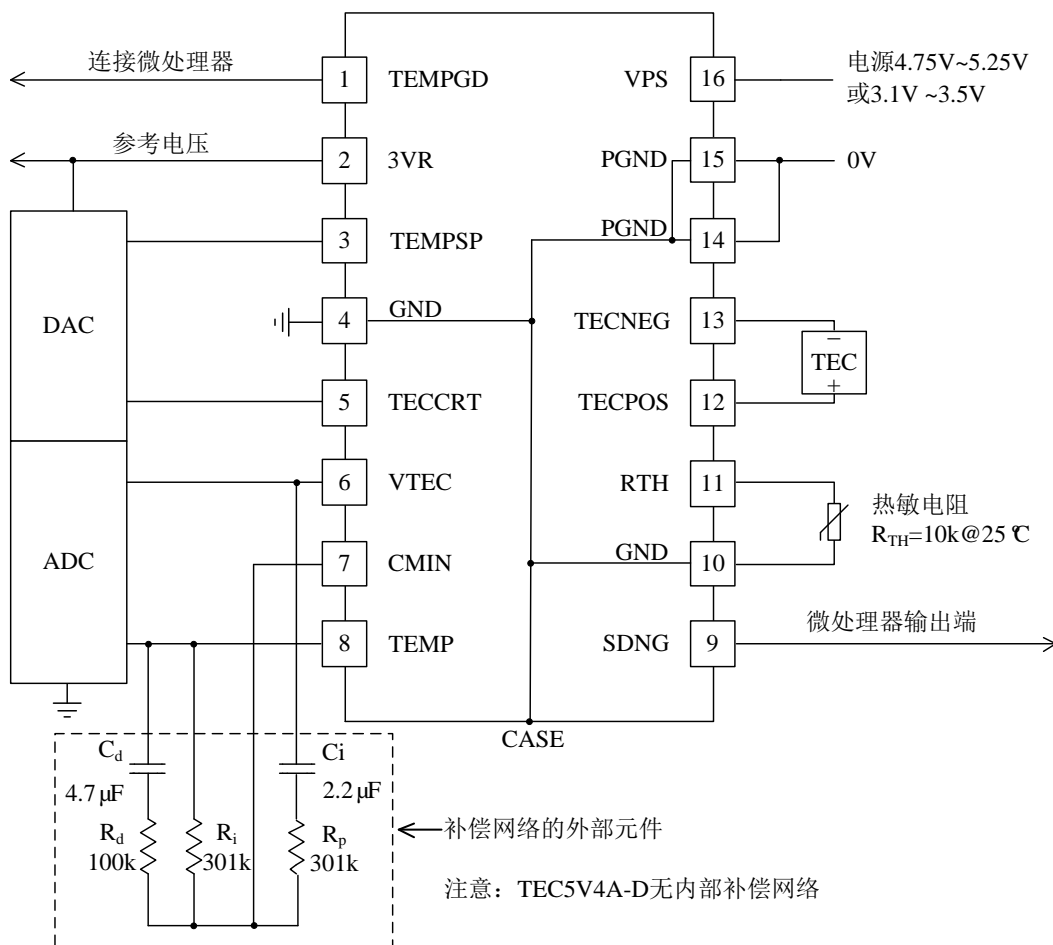

图 4、TEC 控制器的连接图
TEC 控制器的连接图如图 4 所示：
**注意：**此 TEC 控制器没有内部补偿网络，我们也不建议使用内部补偿网络。补偿网络由 5 个部分组成：3 个电阻、2 个电容，其中各部件的数值都是默认的，参见图 4。因在前期设计中，需要使用不同的热负载和/或者需要适应不同的热负载特性，我们强烈建议使用外部补偿网络。